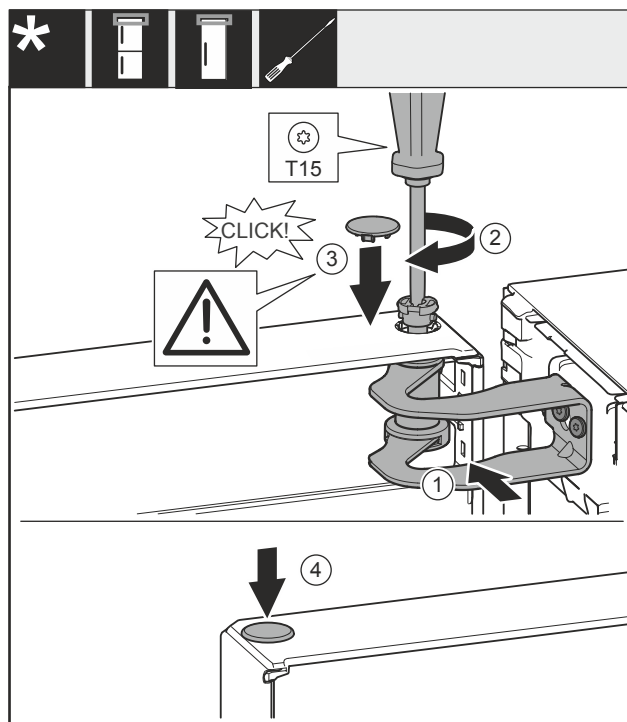

Fig. 35
- Allineare la porta all'apertura nella staffa di supporto Fig. 35 (1).
- Inserire i perni Fig. 35 (2) e stringerli con un cacciavite.
- Inserire la copertura Fig. 35 (3).
- Controllare che la copertura Fig. 35 (3) poggi sulla porta.
- Inserire la copertura Fig. 35 (4).